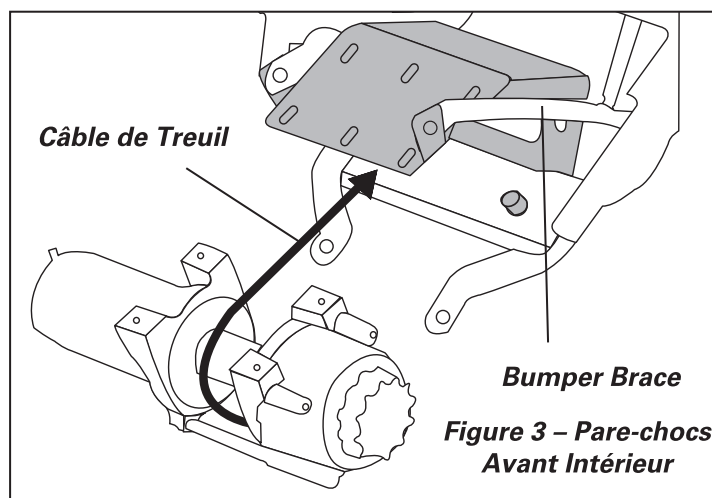

Figure 3 - Pare-chocs
6. Rotate the winch so its mounting holes are facing upward and insert it into the underside of the mounting bracket. Position the winch so that the winch cable is spooled off the bottom (winch mounting bracket side) of the winch. (Figure 3) Align the desired mounting holes and secure it in place with the hardware provided with the winch.
6. Faites pivoter le treuil de sorte que ses trous de montage soient orientés vers le haut et insérez-le dans la partie inférieure du support de montage. Positionnez le treuil de manière à ce que le câble du treuil soit enroulé du bas (côté support de montage du treuil) du treuil. (Figure 3) Alignez les trous de montage souhaités et fixez-le en place avec le matériel fourni avec le treuil.